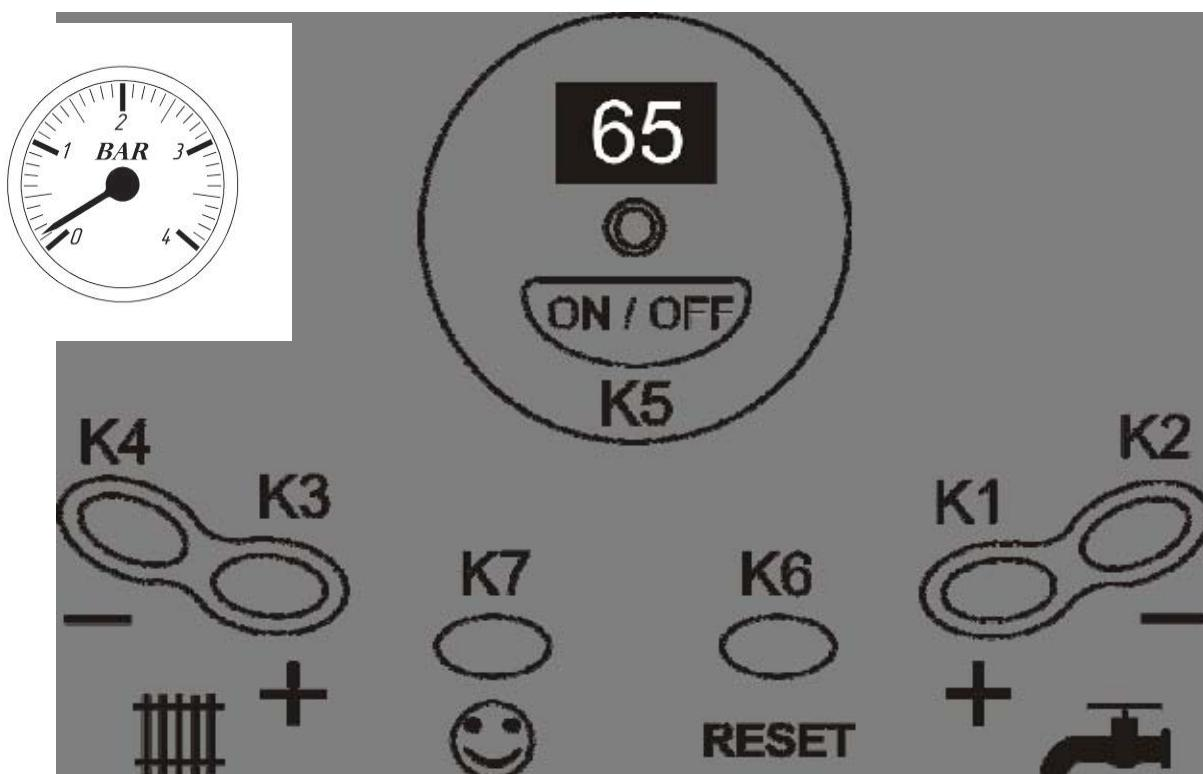

Рис. 9. Панель управления котлом
Всё управление котлом осуществляется с панели управления, внешний вид которой показан на Рис. 9. В левой части панели управления расположен манометр, показывающий давление в контуре отопления. Давление воды в контуре отопления должно быть не ниже 1 бар (0,1 МПа) (при давлении ниже 0,5 бар сработает защита, и пуск котла будет невозможен).
При подключении котла к сети электропитания, он автоматически входит в тот режим работы, в котором находился в момент отключения от сети с сохранением заданной температуры. Для перехода в режим ГВС или комбинированный из режима ожидания (и обратно) используется кнопка K5 (см. Рис. 9).
В режиме ГВС котёл работает только на контур ГВС. Котел игнорирует сигналы комнатного терmostата и датчика температуры контура отопления 20 (см. Рис. 2, стр. 9), 10 (см. Рис. 3, стр. 10). При использовании горячей воды светодиодный индикатор мигает. Если горячая вода не используется, светодиодный индикатор не горит. Диапазон регулирования температуры горячей воды 30 – 60 °C. Для перехода из комбинированного режима работы котла в режим ГВС необходимо установить минимальную температуру отопления кнопкой K4 (см. Рис. 9, стр. 19), затем нажать и удерживать кнопку K4 до появления на дисплее кода «E5» (если джампер S4 в положении 2-3). Если джампер S4 (см. Рис. 4, стр. 15) находится в положении 1-2, то переключение в режим ГВС осуществляется кнопкой K7, при этом на дисплее высветится код «SU». При повторном нажатии кнопки K7 на дисплее высветится код «■», что соответствует комбинированному режиму.
комфортной температуры необходимо нажать кнопку K7 (см. Рис. 9, стр. 19), на дисплее высветится код «F2». Для отключения функции повторно нажмите кнопку K7, на дисплее высветится код «F3».
Для перехода в комбинированный режим работы котла из режима ГВС необходимо нажать кнопку K3 (см. Рис. 9, стр. 19) и выставить требуемое значение температуры отопления (если джампер S4 в положении 2-3). Если джампер S4 находится в положении 1-2, то переключение в комбинированный режим из режима ГВС осуществляется кнопкой K7, при этом на дисплее высветится код «█».
- ✓ перевести котел в режим ожидания, нажав кнопку K5 (см. Рис. 9, стр. 19);